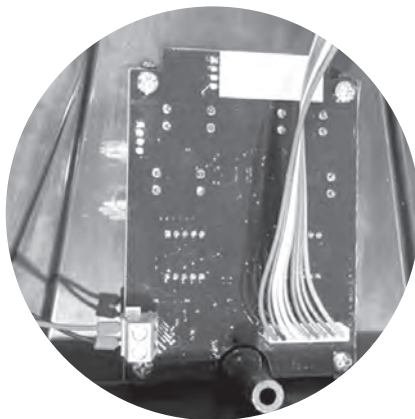

Рисунок 6 – Схема подключения для работы в каскаде
- 2 Подключите кабель для каскадного соединения к соответствующим разъемам на плате устройства (см. рисунок 6). Соединение выполняется последовательно (от первого устройства ко второму, от второго к третьему и т.д.). При подключении строго соблюдайте полярность: клемма «485+» первого устройства соединяется с «485+» второго, а «485-» с «485-» соответственно.